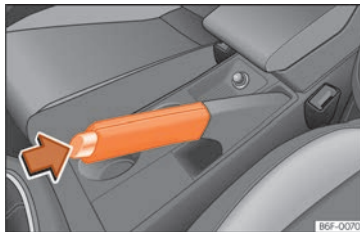

Fig. 217 Freno de mano entre los asientos delanteros.
- Tire con fuerza de la palanca del freno de mano hacia arriba » **fig. 217**.
- Tire ligeramente de la palanca hacia arriba, presione el botón de desbloqueo en la dirección de la flecha » **fig. 217** y baje completamente la palanca » .